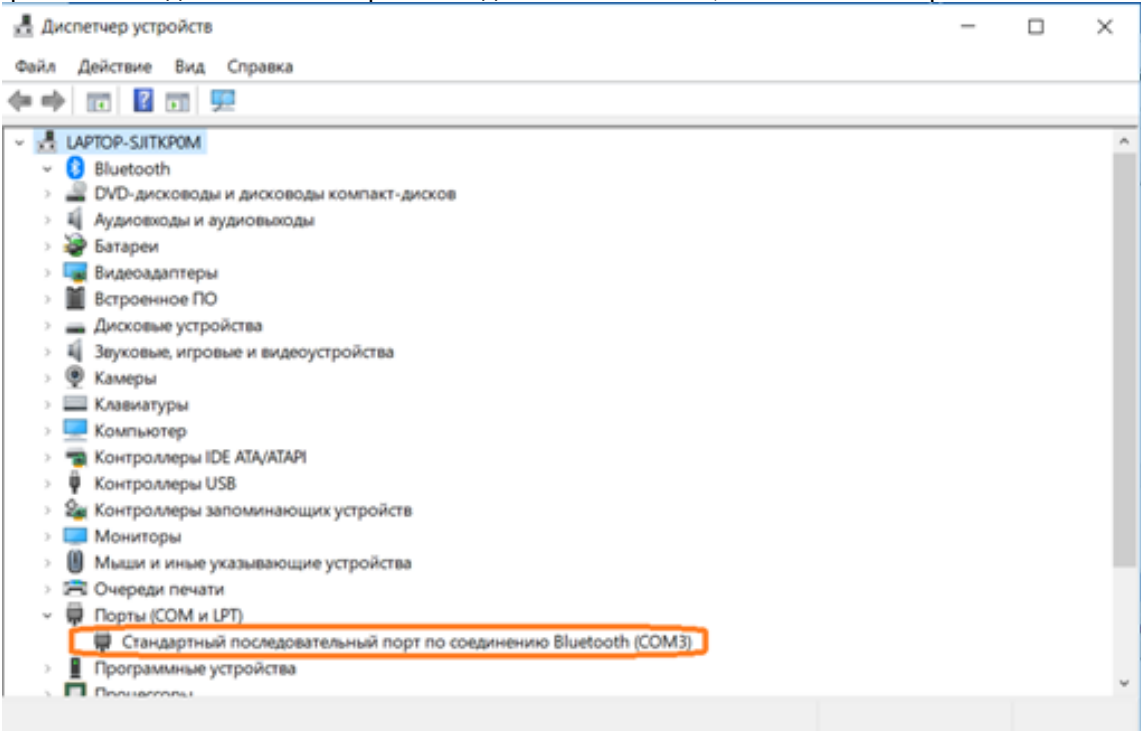

Рисунок 3.2 – Настройка подключения по Bluetooth
3.5.7 Откройте **Диспетчер устройств Windows**. Убедитесь, что в перечне COM-портов появился Стандартный последовательный порт по соединению Bluetooth, как показано на рис. 3.2.